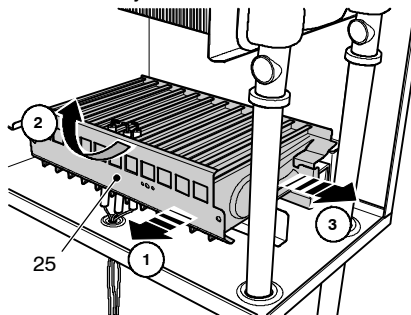

fig. 8.3
- 8 Quite el quemador 25 en fig. 8.3 desplazándolo hacia la izquierda, girándolo hacia arriba y tirando de él frontalmente.